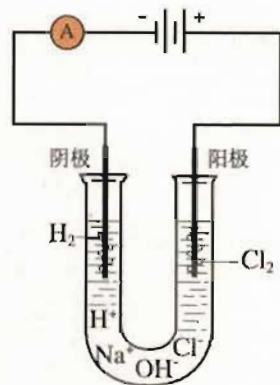

图 2-9 电解饱和食盐水实验装置
在氯碱工业中，通过电解^①饱和食盐水的方法得到 NaOH 、 Cl_2 和 H_2 。其原理可以通过图 2-9 所示的实验装置来说明。我们知道，在氯化钠溶液中存在着 Na^+ 、 H^+ 、 Cl^- 、 OH^- 4 种离子，当接通直流电源后，带负电的 OH^- 和 Cl^- 向阳极移动，带正电的 Na^+ 、 H^+ 向阴极移动。在所给的电解条件下， Cl^- 比 OH^- 容易失去电子， H^+ 比 Na^+ 容易得电子，在两极分别发生下列反应：